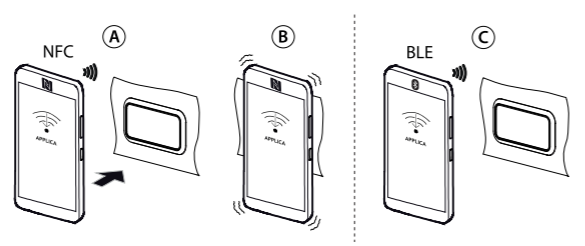

Fig. 2
- avvicinare il dispositivo al terminale utente, a una distanza inferiore a 10 mm, per effettuare il riconoscimento della configurazione (Fig. 2 - rif. A);
- avvicinare il dispositivo al terminale utente per effettuare l'upload dei parametri di configurazione (Fig. 2 - rif. B);
- avvicinare il dispositivo al terminale utente, a una distanza inferiore a 10 m per effettuare il riconoscimento della configurazione (Fig. 2 - rif. C);